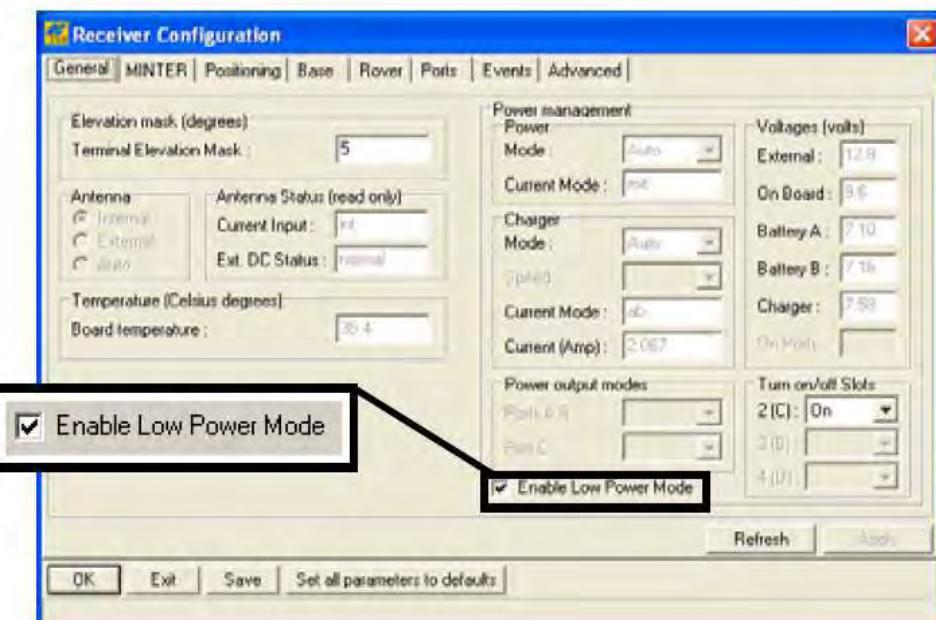

Рисунок 2-13. Установки режима питания
7. Флажок *Enable Low Power Mode* (*Включить режим малого энергопотребления*) позволяет перевести процессор приемника в режим малого потребления энергии (см. рис. 2-13).